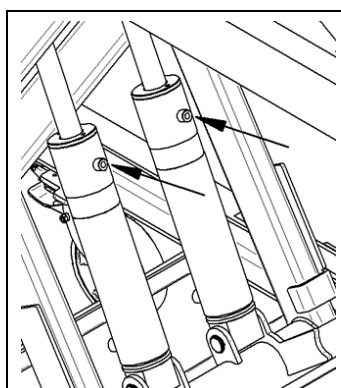

Рис. 7-2
3. Немного ослабьте винт вентиляции цилиндра (→Рис. 7-2).